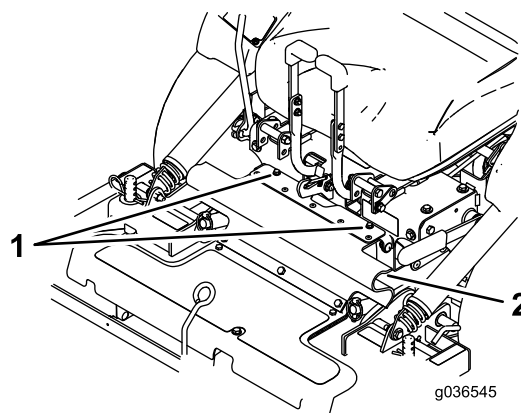

Figura 13
3. Desaperte os parafusos na proteção de borracha (Figura 13).